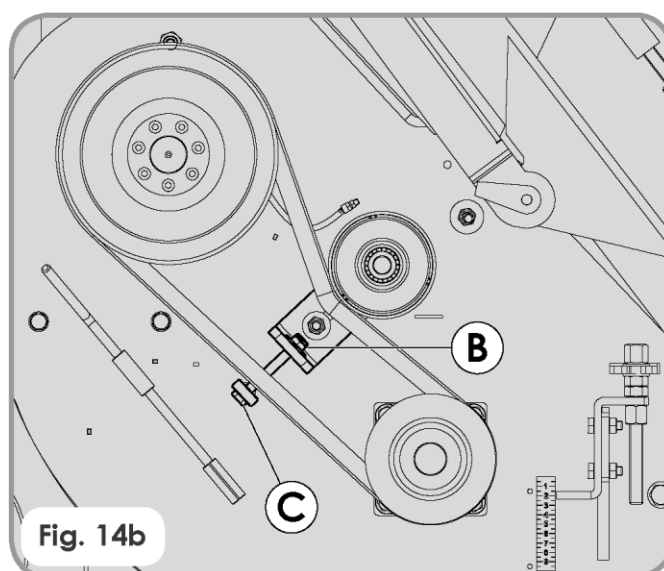

Fig. 14b
- 2 - Maak de bout (B) los (fig. 14b) en draai de bout (C) totdat de correcte spanning van de overbrengingsriemen bereikt wordt.